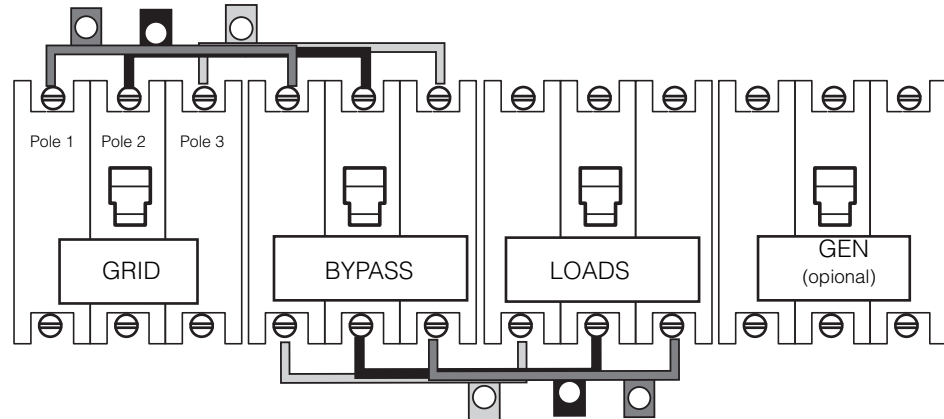

Figura 3-32 Instalación de puentes de distribución de energía (trifásica)
3. En el PDP, conecte seis puentes de distribución de energía de dos pestañas en las posiciones de interruptores de CA, como se muestra en Figura 3-32 en las páginas 3-66.